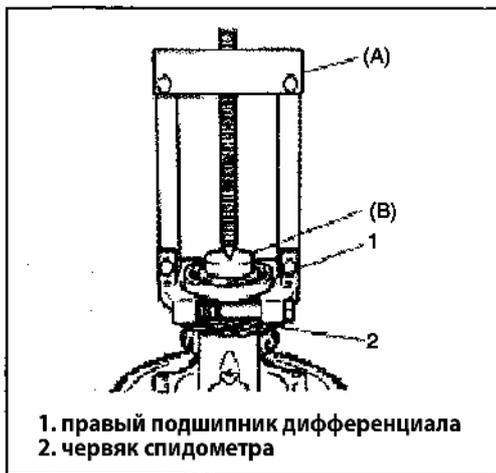

Рис. 392
- 1) Снимите правый подшипник при помощи съемник (Рис.392).